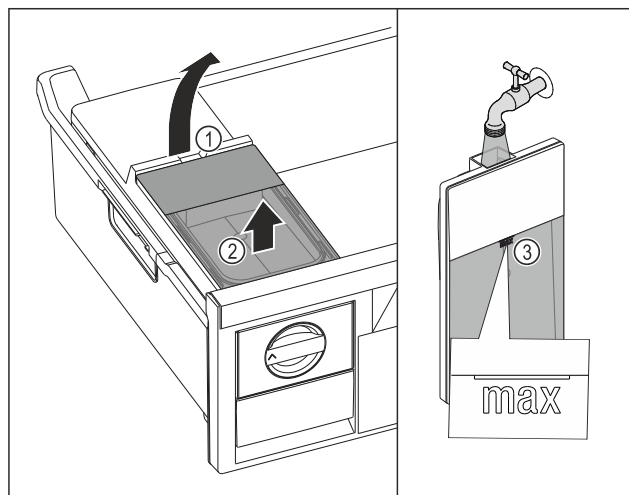

Fig. 97
- Nádržku na vodu nadvihnute za vybranú Fig. 97 (1).
- Nádržku na vodu odoberte nahor. Fig. 97 (2)
- Nádržku na vodu naplňte pitnou vodou po značku Fig. 97 (3).